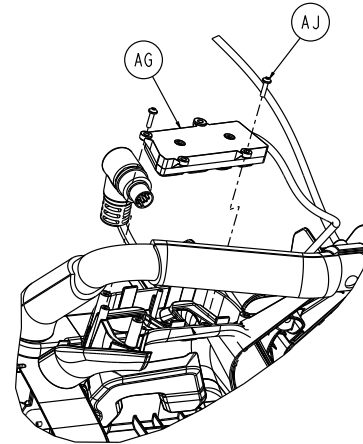

Figure 86 – Retirer l'ensemble de câble de l'interface utilisateur et les vis
6. À l'aide d'une clé Torx T10, retirer les deux vis de taraudage à tête ronde à embase (AJ) qui fixent le câble de l'interface utilisateur (AG) au boîtier du bouton (Figure 86). Conserver l'ensemble de vis et de câble.